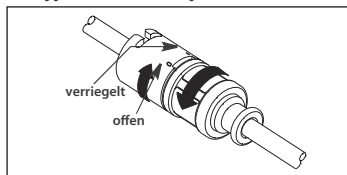

Abbildung 2
- b. Wenn ein Katheter-Kontaminationsschutz mit TwistLock Adapter verwendet wird, sicherstellen, dass das doppelte TwistLock des Katheter-Kontaminationsschutzes vollständig geöffnet ist (siehe Abbildung 2).